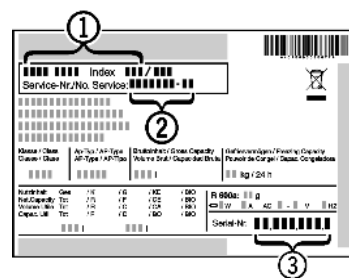

Fig. 9
- ▶ Apparaataanduiding *Fig. 9 (1)*, service-nr. *Fig. 9 (2)* en serie-nr. *Fig. 9 (3)* van het typeplaatje aflezen. Het typeplaatje bevindt zich aan de linkerkant binnen in het apparaat.
- ▶ Contact opnemen met de Technische Dienst en het probleem, apparaataanduiding *Fig. 9 (1)*, service-nr. *Fig. 9 (2)* en serie-nr. *Fig. 9 (3)* mededelen. Dit maakt een snelle en doelgerichte service mogelijk.